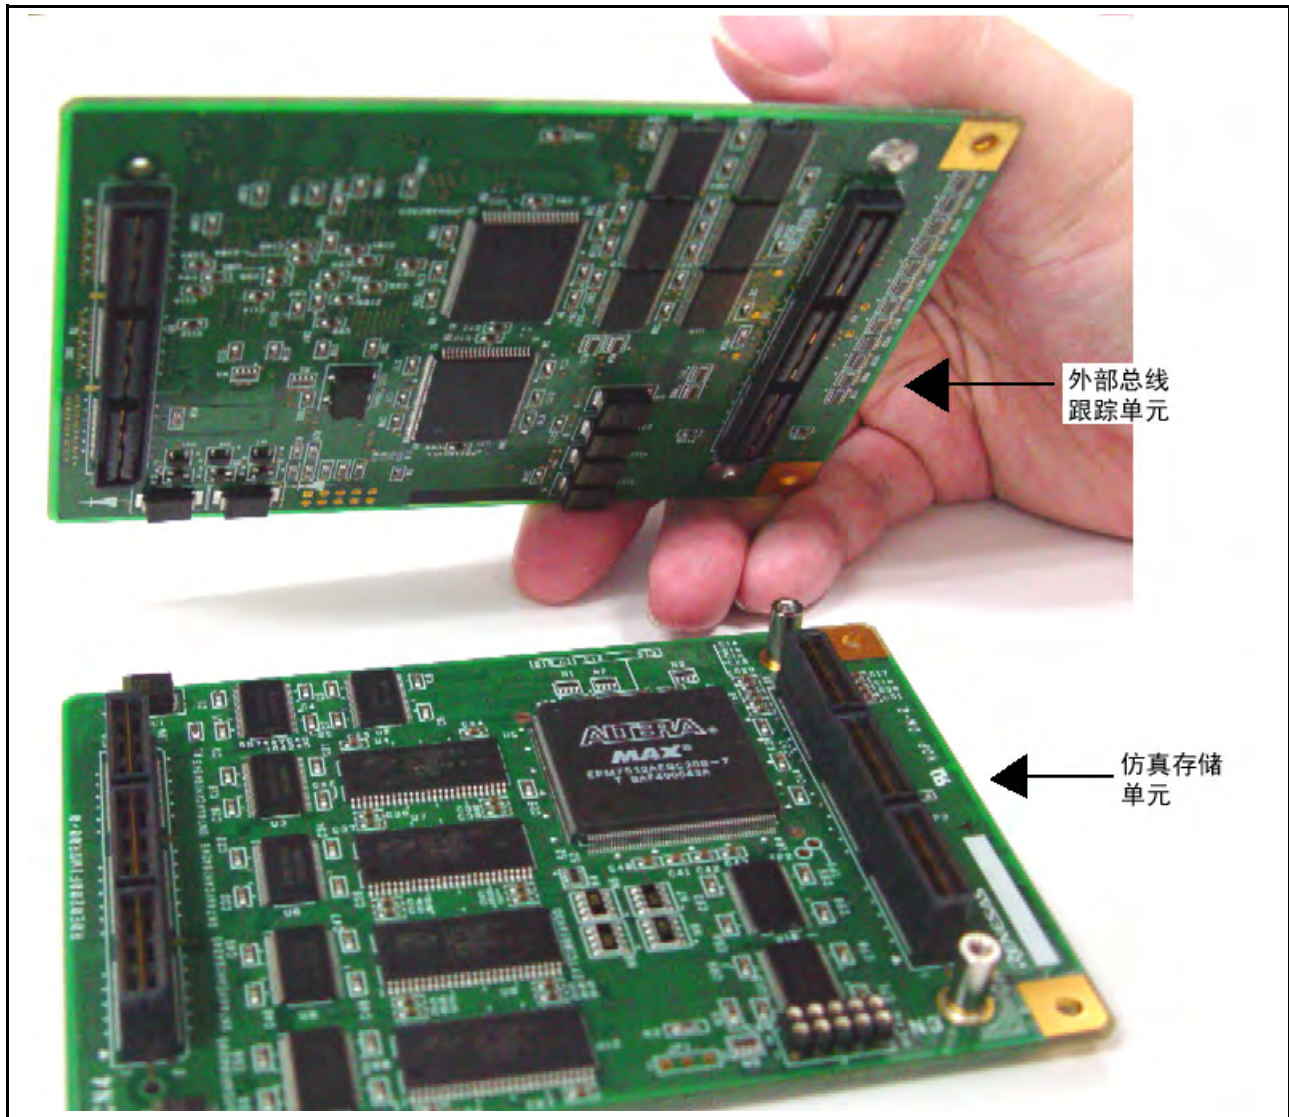
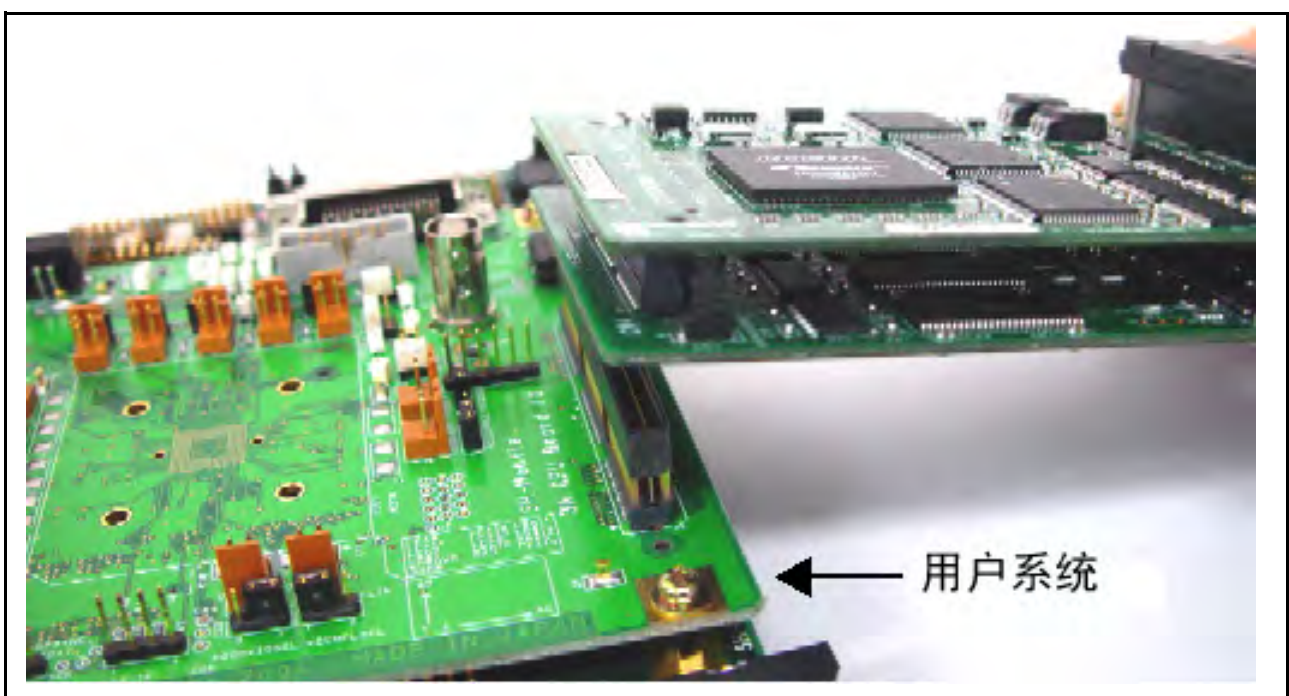

图 2.8 将外部总线跟踪单元连接至仿真存储器单元
图 2.10 连接外部总线跟踪单元、仿真存储器单元和用户系统
- 将外部总线跟踪单元与仿真存储器单元一同使用时，请先将外部总线跟踪单元连接至仿真存储器单元（图2.8），然后再连接到用户系统（图2.10）。